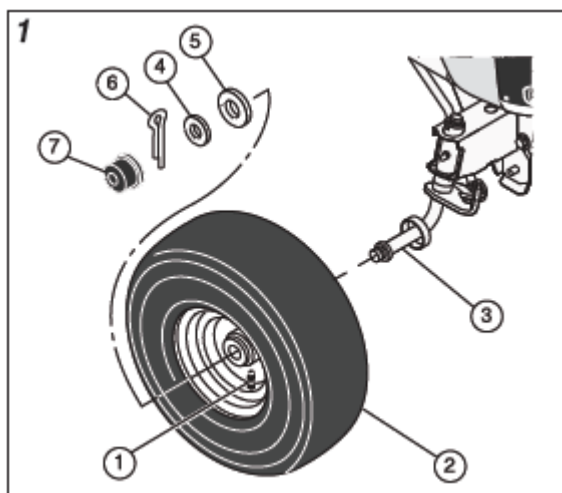

Рис. 1
1. Убедитесь, что шток клапана (1) выходит наружу (см. рис. 1).
2. Наденьте колесо (2) на ось (3).
3. Закрепите колесо (2) при помощи шайб (4, 5) и шплинта (6). Разогните усики шплинта.
4. Если модель оснащена колпачком ступицы (7), наденьте его. Убедитесь, что шайбы удерживают колпачок.
2. Поднимите раму сиденья (1) (см. рис. 1).
3. Выровняйте отверстия сиденья (2) и отверстия рамы.
4. Установите сиденье (2) на раму (1) и регулирующий рычаг (3) с помощью шайб (4) и болтов (5).